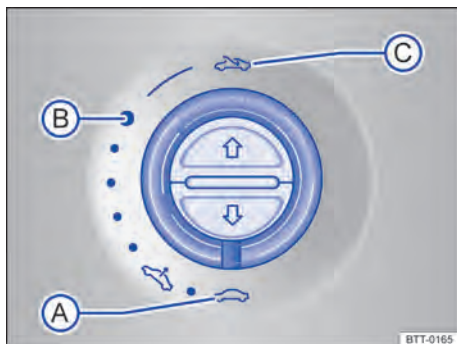

Fig. 38 No revestimento do teto: girar o interruptor para abrir e fechar.
Para o levantamento do teto solar panorâmico elétrico, o interruptor rotativo deve estar na posição => Fig. 38 (A).
=> Fig. 38
- O interruptor \Rightarrow Fig. 38 deve estar girado na posição "Fechado" .